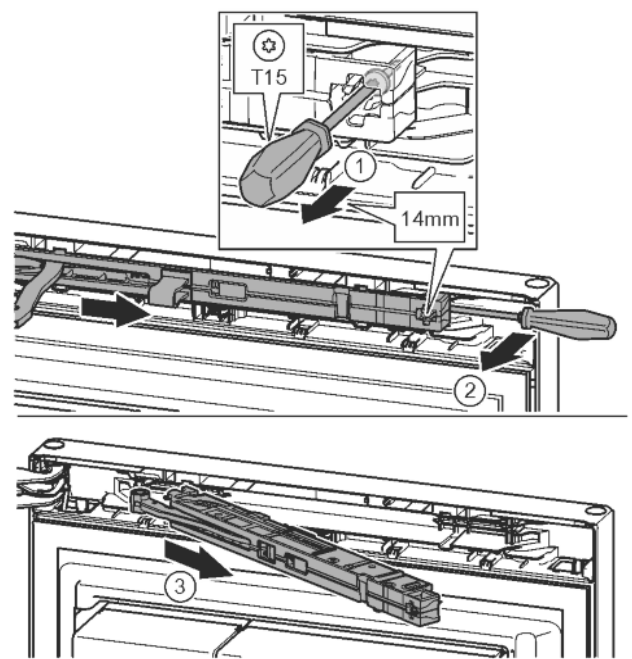

Fig. 10
- ▶ За допомогою викрутки T15 ослабте гвинт на демперному вузлі приблизно на 14 мм. Fig. 10 (1)
- ▶ Переміщаючи викрутку з боку ручки за демперний вузол, поверніть уперед. Fig. 10 (2)
- ▶ Витягніть демперний вузол. Fig. 10 (3)